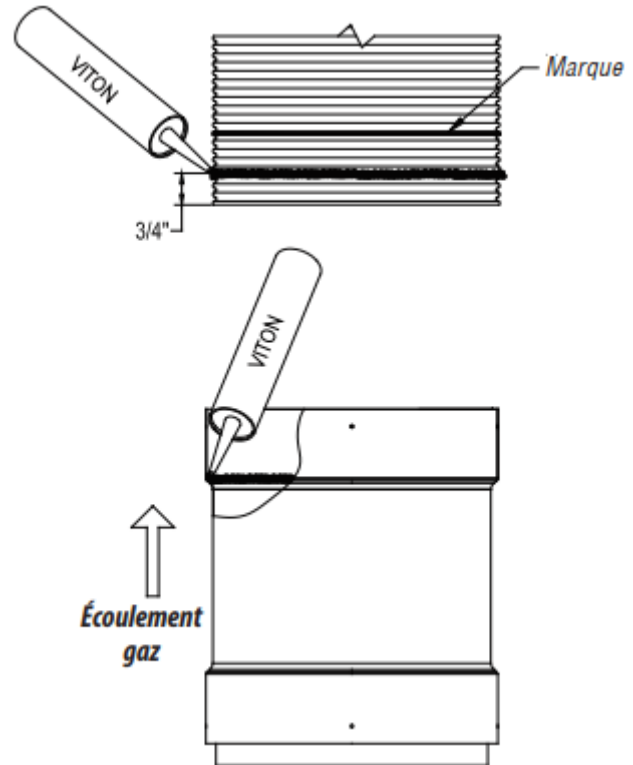

Figure 18 – Scellant de Viton pour DuraSeal Flex
2.1. Ajouter un cordon de scellant Viton® (résistance aux condensats) tout autour de l'adaptateur au début de l'adaptateur sur le formage. Ajoutez un autre cordon de scellant Viton® tout autour de l'extérieur de la paroi flexible à 3/4" du bord (Figure 18).